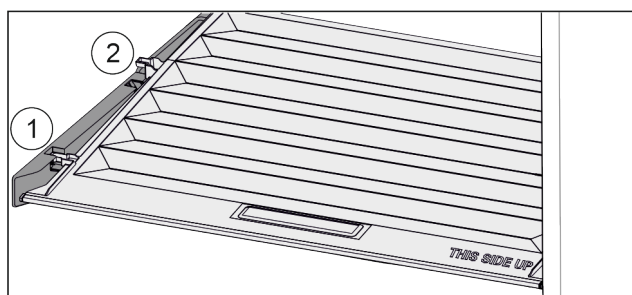

Fig. 113
- ▶ 将盖子向前拉 Fig. 113 (1) 至定位件开口。
- ▶ 从下方抬起后端并向上将其移出 Fig. 113 (2)。